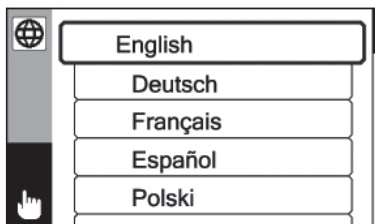

Abb. 12: Sprache
- Sprache der Bedienoberfläche2 (Abb. 12)